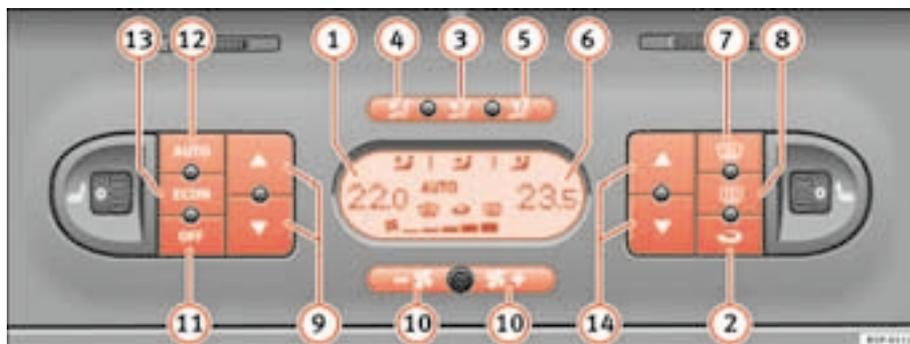

Fig. 126 Mandos del 2C-Climatronic en el tablero de instrumentos
- Para activar el modo manual pulse una de las teclas ⇒ página 163, fig. 126 (3) al (5), la tecla **ECON** o pulse las teclas de la turbina (10). El símbolo **AUTO** desaparecerá del display.
- Pulse la tecla  ⇒ página 163, fig. 126  para conectar o desconectar la recirculación de aire. Está conectada si en el display aparece el símbolo .